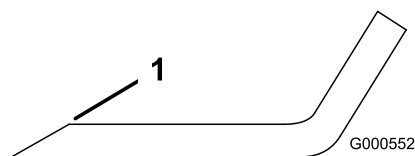

Рисунок 66
1. Заточите напильником режущую кромку на обоих концах ножа (Рисунок 66).
Примечание: Если нож не сбалансирован, удалите некоторое количество металла только с конца области загиба (Рисунок 66).